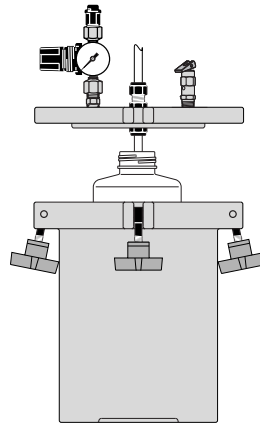

Figura 4
7. Instale la tapa. Si utiliza la botella del fluido, asegúrese que la manguera de alimentación de fluido esté insertada dentro de la botella. (Figura 4).